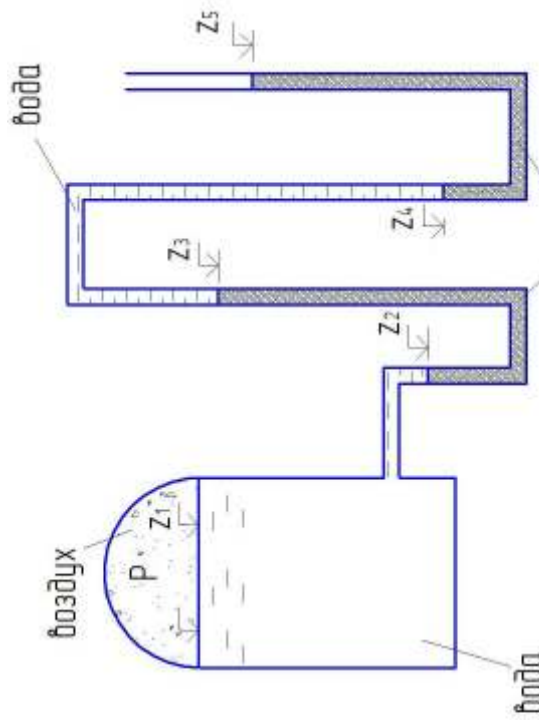

Рис. 8
14. Определить абсолютное и манометрическое давления в резервуаре (рис.8) по показаниям батарейного ртутного манометра, если отметки жидкости в метрах от условного нуля $z_1 = 3,0$ м; $z_2 = 1,5$ м; $z_3 = 2,5$ м; $z_4 = 1,2$ м; $z_5 = 2,3$ м.